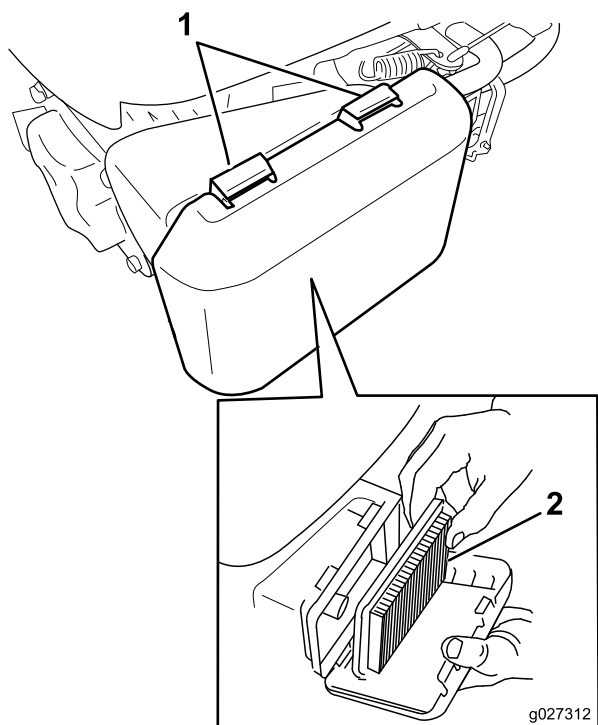

Figure 20
2. Appuyez sur les languettes de verrouillage en haut du couvercle du filtre à air (Figure 20).